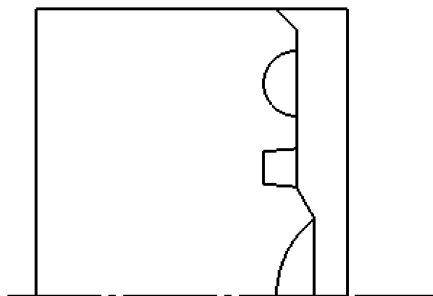

图 8-73 毛坯轮廓
(1) 右端端面轮廓毛坯建模 根据零件的加工要求，设置零件毛坯尺寸。毛坯尺寸左端外圆为 $\phi 88\text{mm}$ ，端面预留 5mm，设置后的右端端面毛坯如图 8-73 所示。
(2) 生成右端端面加工刀具路径